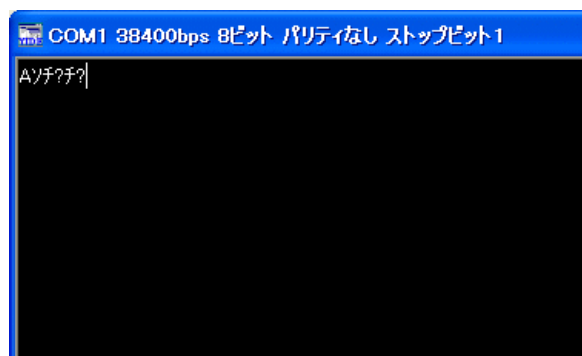

図 19 デバッグモニタの動作確認画面
6. デバッグモニタが正常に動作している場合、製品の電源を入れるとターミナル画面に"A?"と表示されます。パソコンの[Enter]キーを押すと、図 19のように"ち?"が表示されます。